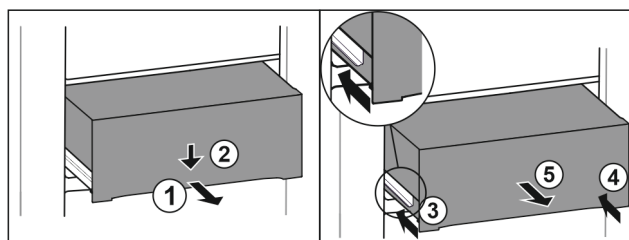

Fig. 226
- Zásuvku napůl vytáhněte. Fig. 226 (1)
- Stlačte zásuvku na přední straně dolů. Fig. 226 (2)
- Zasuňte levou kolejničku přibližně do 2 cm. Fig. 226 (3)
- Zasuňte pravou kolejničku přibližně do 2 cm. Fig. 226 (4)
- Vyjměte zásuvku dopředu. Fig. 226 (5)